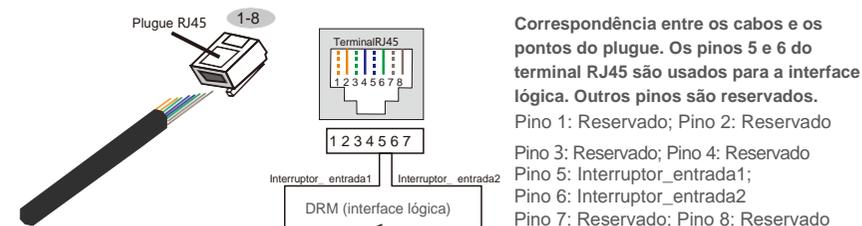

Figura 5.31 Descascar a camada de isolamento e conectar ao plugue RJ45
2. Use o descascador de fio de rede para descascar a camada de isolamento do cabo de comunicação. De acordo com a sequência de linha padrão da figura 5.31, conecte o fio ao plugue de RJ45 e, em seguida, use uma ferramenta de crimpagem de cabos de rede para firmá-lo.